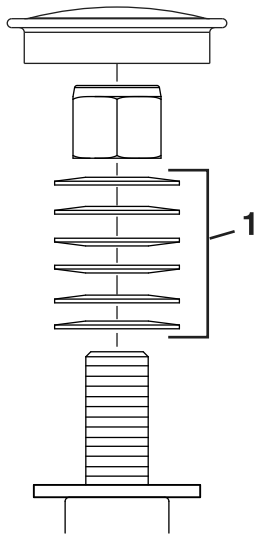

Figure 50
3. Déposez le capuchon protecteur de la roue pivotante et serrez le contre-écrou (Figure 50).
4. Continuez de serrer le contre-écrou jusqu'à ce que les rondelles élastiques soient aplaties, puis desserrez-le d'un quart de tour pour obtenir la précharge correcte des roulements (Figure 50).
**Important:** Veillez à placer les rondelles élastiques correctement, comme montré à la Figure 50.
5. Reposez le capuchon protecteur (Figure 50).